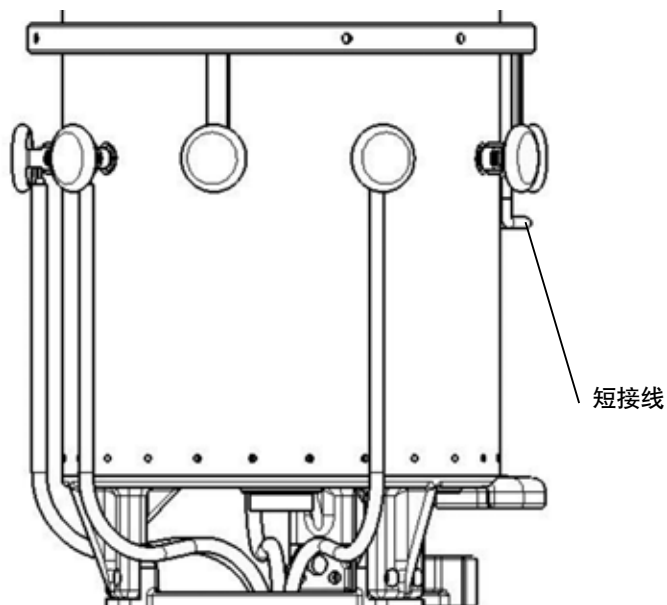

图 15 短接线 1
2) 分接开关 (II-500/600 及 I-800) 的选择部分的引出线 (共 4 根) 必须连接到切换开关油室 B、C 相的触头引出端子上, 再用导线将 A 相短接 (图 15)。